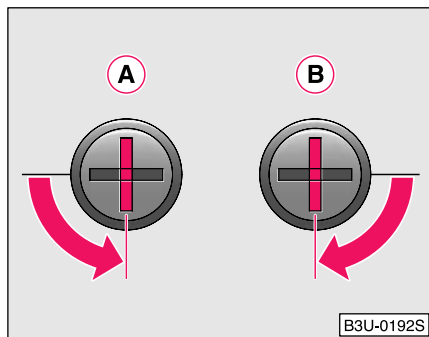

Fig. 25 Poziția yalei capac portbagaj
Dacă rotiți cheia principală sau cea de urgență spre dreapta (B) ⇒ Fig. 25 și o extrageți în poziție verticală, capacul portbagajului nu mai este inclus în sistemul de închidere centralizată și rămâne permanent închis.
Dacă rotiți cheia principală sau cea de urgență spre stânga (A) ⇒ Fig. 25, în poziție verticală capacul portbagajului se va deschide. În această poziție cheia nu poate fi extrasă din yală.